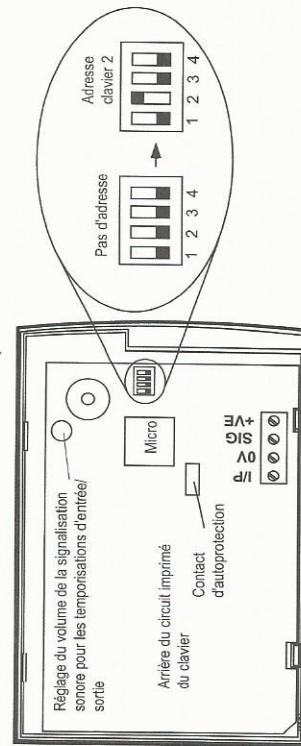

Figure 5. Interrupteur miniature d'adressage du clavier
- Ouvrir le clavier et localiser l'interrupteur miniature équipé de 4 mini-commutateurs (se reporter à la figure 5, ci-dessous). Chaque mini-commutateur est repéré de 1 à 4. Ces numéros correspondent à l'adresse du clavier.